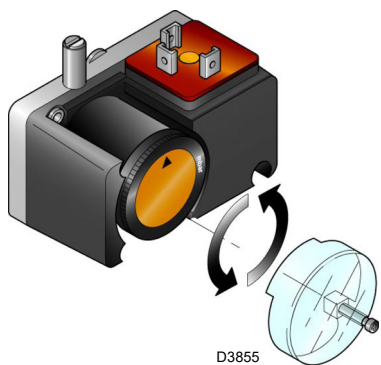

Abb. 34
- Regeln Sie den Minimal-Gasdruckwächter (Abb. 34 auf Seite 34) auf den Skalenanfang.
Die Einstellung des Minimal-Gasdruckwächters (Abb. 34) durchführen, nachdem alle anderen Einstellungen am Brenner vorgenommen wurden. Dabei muss der Druckwächter auf den Anfang der Skala gestellt sein.